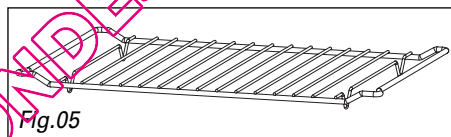

Fig.05
• **La grille** (Fig.05) : Permet de réchauffer simultanément une deuxième assiette (la première étant posée sur le plateau tournant).